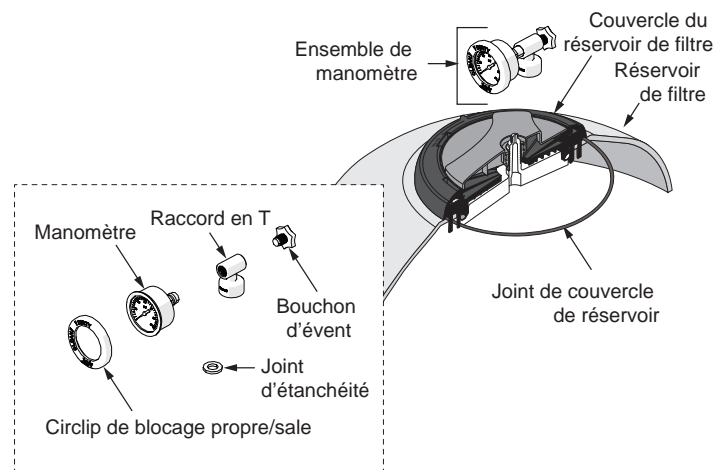

Figure 5. Installation du couvercle et du manomètre
Assurez-vous que le joint torique est complètement nettoyé et lubrifié avec un lubrifiant à base de pétrole non. Avant de soumettre le filtre de pression, s'assurer que la poignée est tournée, aussi serrées que possible, de sorte qu'une bonne étanchéité est atteinte. Voir Figure 5.
4. Vérifiez que le couvercle est correctement fixé et serré. Voir **Figure 5**.